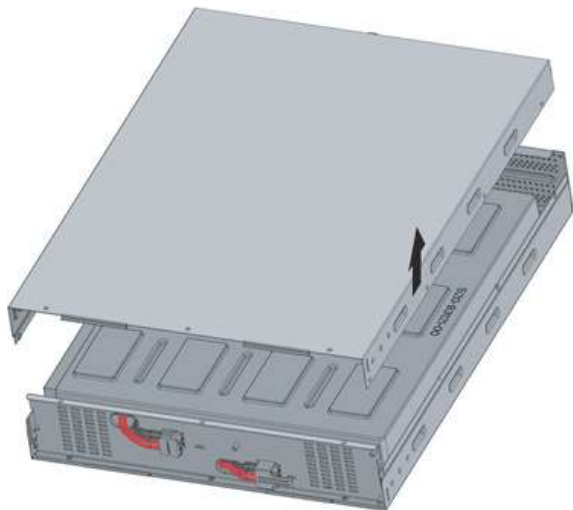

Рис. 2-2
2. Снимите верхнюю крышку, как показано на рис. 2-2.